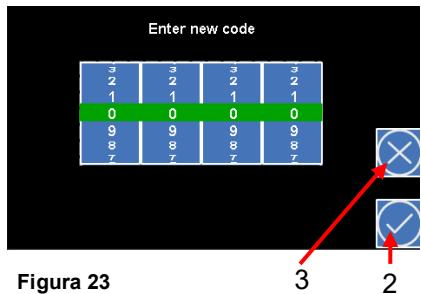

Figura 23
- Si el código es correcto, aparece el menú **Enter new code** (véase la figura 23).
5. Confirme la entrada con el ícono **Aplicar** (2).